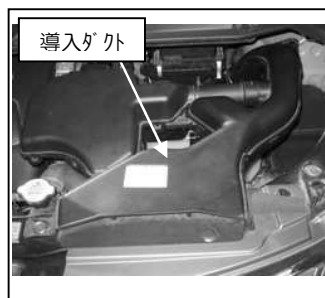

図 1
- ①導入ダクトを取外し、バッテリーを取外します。図1 参照